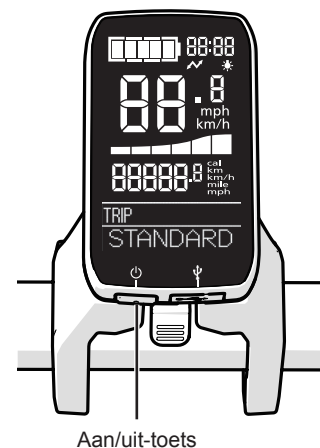

Fig. 2
- 2) Druk op de aan/uit-toets op de display-eenheid. (Fig. 2)